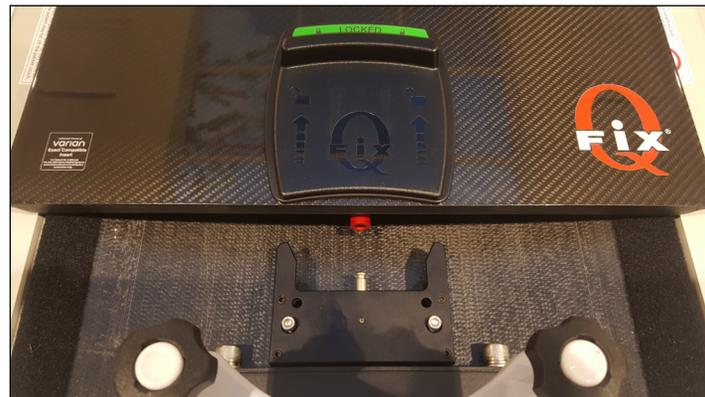

图 42
3. 将 CT 覆盖罩朝 CT 床板脚端滑动,直至红色定位销靠近脚端安装配件上的金属销钉(图 42)。